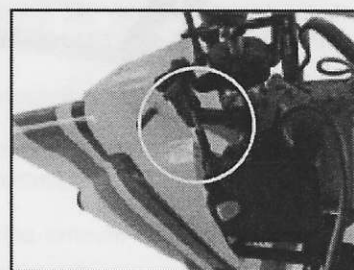

Bild 3
3. wenn der Trimmhebel für das Querruder bereits am linken Endanschlag ist und der Helikopter sich noch immer nach rechts bewegt, müssen Sie durch leichtes Verlängern der Anlenkungen die Einstellung vornehmen. (Bild 3)